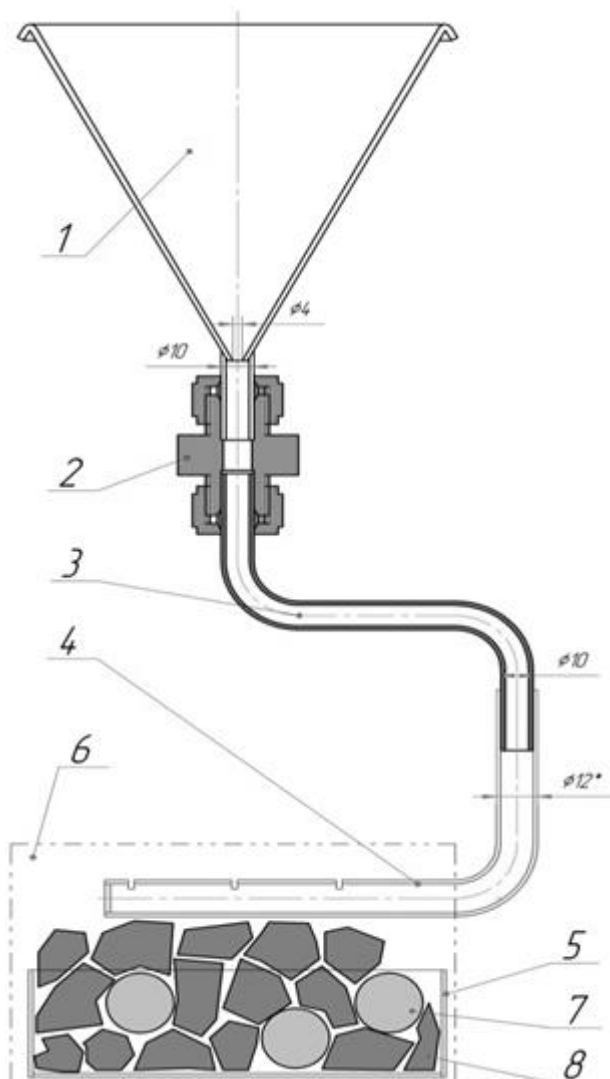

Рисунок 12.
3. Альтернативный вариант, можно использовать для подачи воды во внутреннюю каменку воронку (поставляется по заказу). Воронка дает возможность визуально оценить количество воды, но такой способ будет лишен автоматизации процесса (смотри рис. 12, рис. 13, рис. 14).